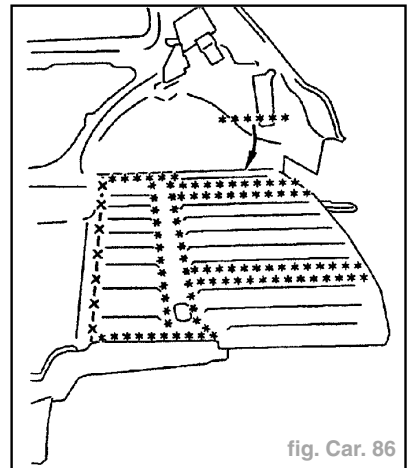

fig. Car. 86
- Dégraffer les points à l'aide d'une fraise de diamètre = **8 mm** (fig. Car. 86).